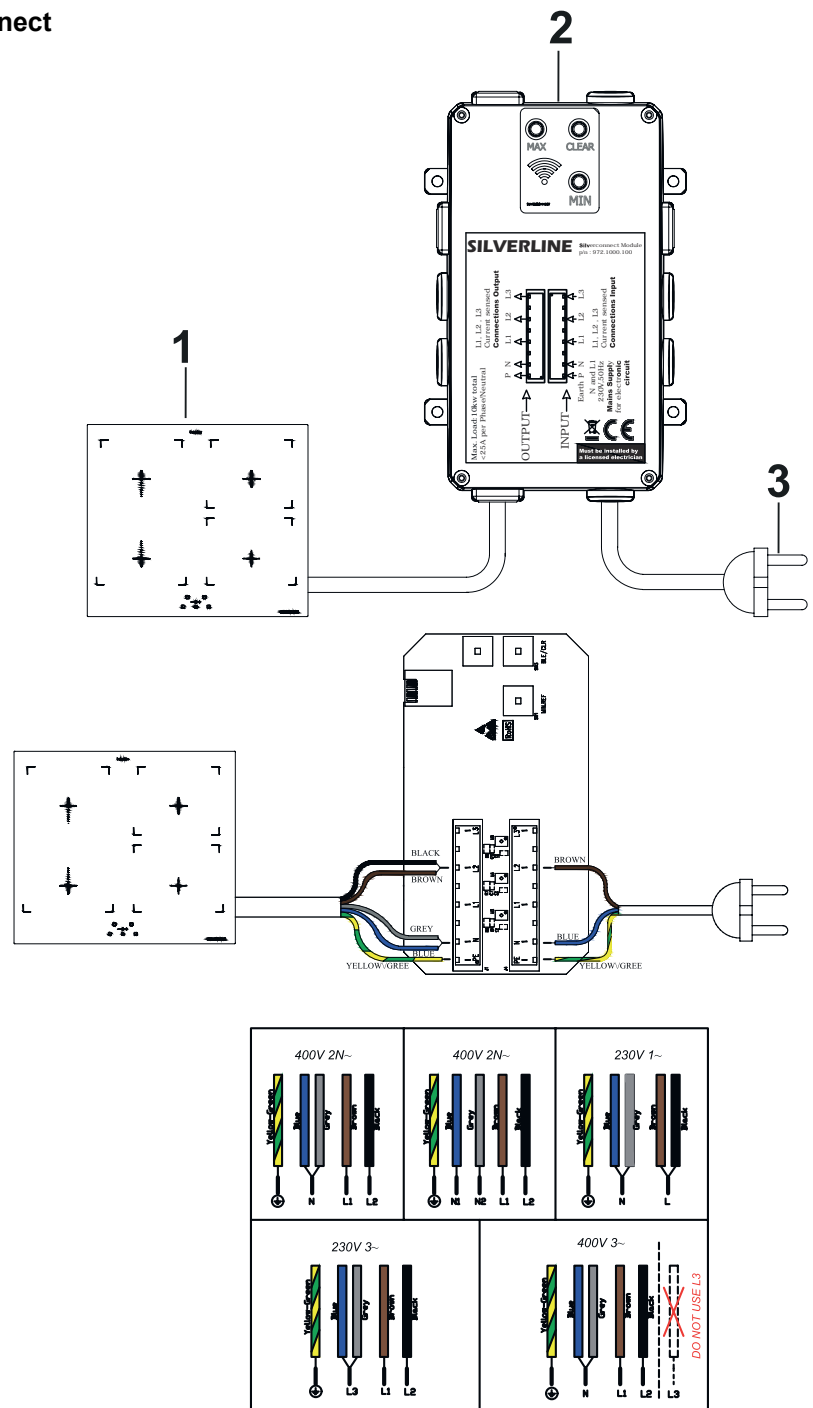

Fig. 24: Anslutning av spishäll och SilverConnect
Observera att "L1" måste användas för att aktivera "L2" och "L3". Använd därför alltid "L1" som standard (Fig. 24).
8. Alla tre knapparna ska nu blinka blått på Silverconnect (Fig. 24/2). Tryck på knappen "Clear" i 7 sekunder tills det blåa ljuset släcks. Släpp därefter knapparna.
4. ➔ Tryck på knappen "Clear" igen i 3 sekunder och släpp sedan. Nu lyser de blå lamporna konstant (Fig. 24)